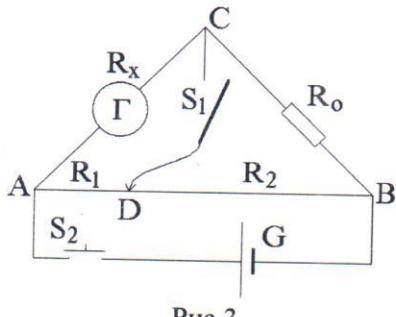

Рис.3
1. Для включения такой схемы необходимо отжать клавишу S_2 (положение – мост, см. рис.3)